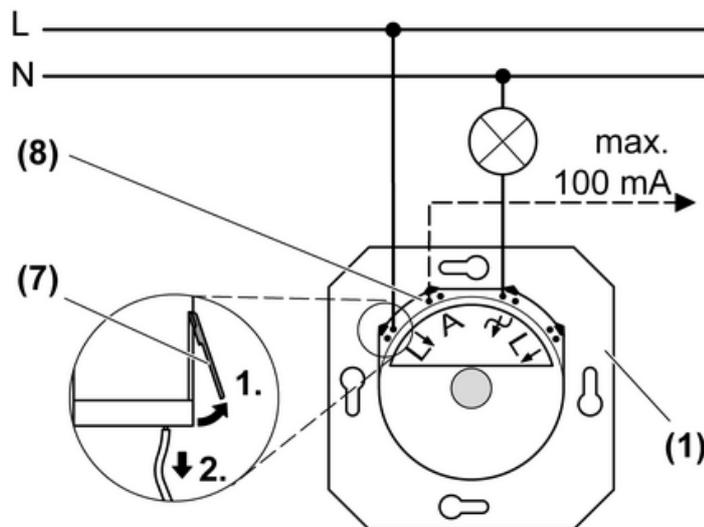

Figure 2: Schéma de raccordement
- (1) Variateur
(7) Débrancher le câble de raccordement de la borne à fiche
(8) Sortie de commande **A**
- Raccorder le variateur conformément au schéma de raccordement (figure 2).